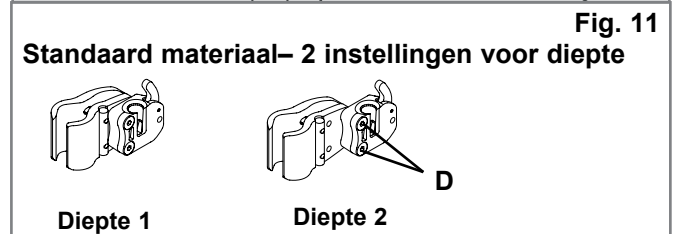
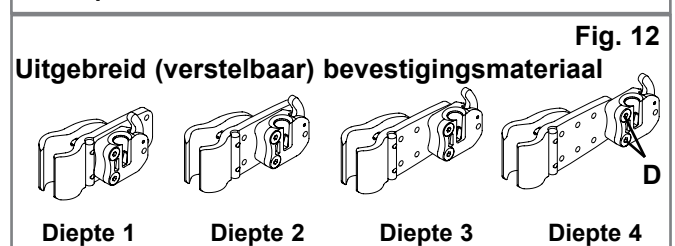

Fig. 11
Fig. 12
2. Aanpassingen diepte/hoek (Figs. 11, 12, 13 en 14)
Let op dat er twee soorten materiaal kan worden besteld: de standaardmaat (Fig. 11) en het langere, verstelbare materiaal (Fig. 12). Het materiaal wordt op dezelfde wijze aangepast, maar de standaard rugsteun kan 5 cm in diepte worden versteld (Fig. 11), terwijl de uitgebreide rugsteun 8,65 cm in diepte aangepast kan worden (Fig. 12).
- Indien er meer diepte nodig is, verwijder dan de rugsteun uit de beugels. Verwijder de schroeven (Figs. 11-D, 12-D) van de beugel met behulp van bijgeleverde 4mm inbussleutel en stel de rugsteun op de gewenste diepte in. Opmerking: het wordt sterk aanbevolen om een geschikt, gemiddeld sterk schroefdraadborgingsmiddel (bijv. Loctite 243) aan te brengen op de houder en de schroefkoppen, voordat de rugsteun wordt teruggeplaatst. Draai de schroeven tot 25-35 in-lbs. (2,8 - 4 Nm).